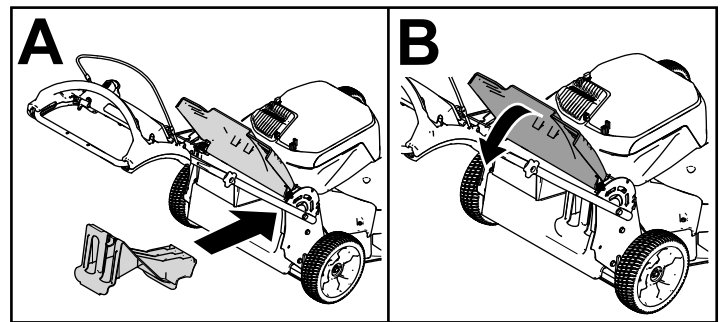

Bild 17
Heckauswurfkanal ein, bis der Riegel arretiert, siehe Bild 17.
**Wichtig:** Stellen Sie sicher, dass die Heckauswurfklappe eingesetzt ist, bevor Sie den Rasenmäher als Recycler einsetzen (Bild 17).